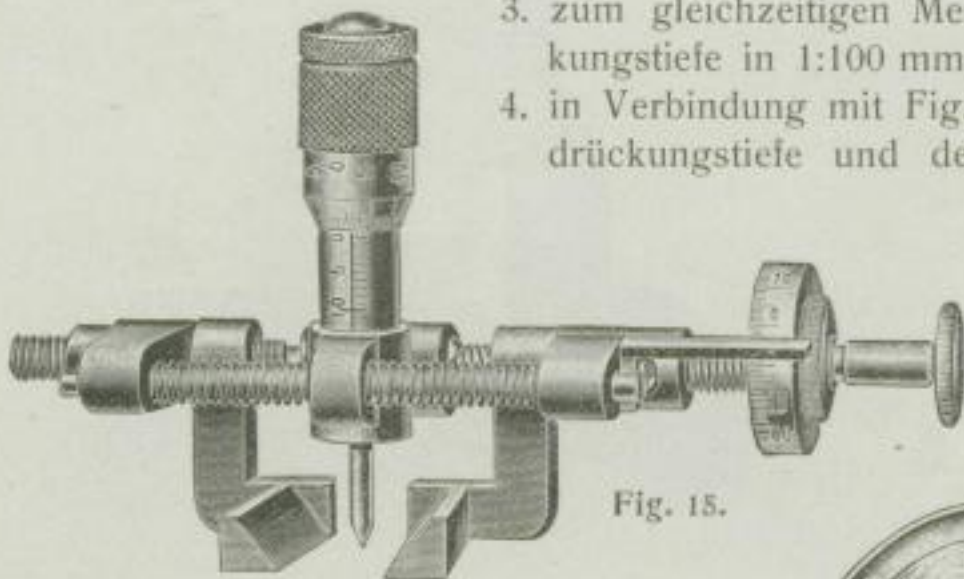

Fig. 15.
3. zum gleichzeitigen Messen von Kalottendurchmesser und Eindrückungstiefe in 1:100 mm, mit und ohne Lupe, Fig. 15 und 16;